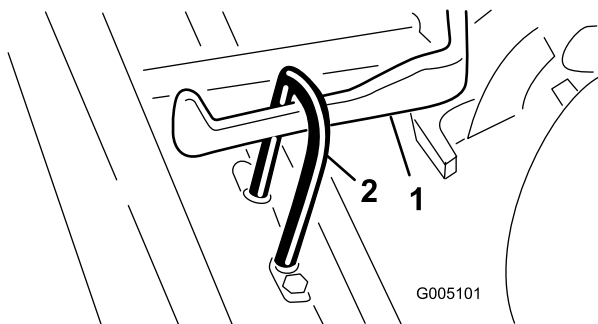

Figura 8
3. Fate scorrere l'apparato di taglio sotto il telaio di traino agganciando contemporaneamente il gancio di sollevamento al relativo braccio (Figura 8).